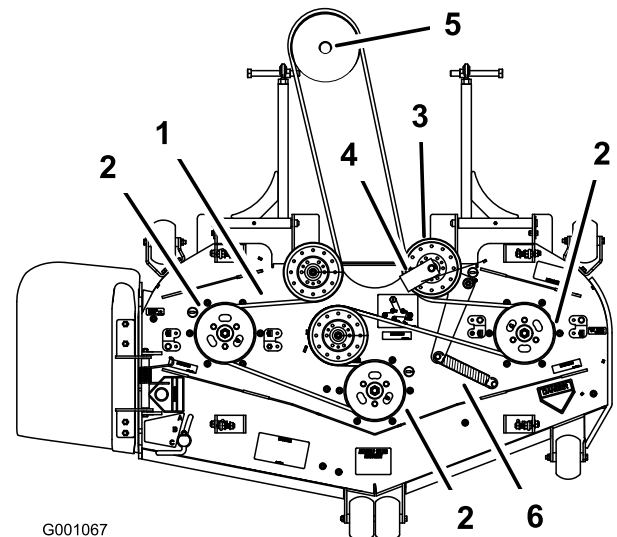
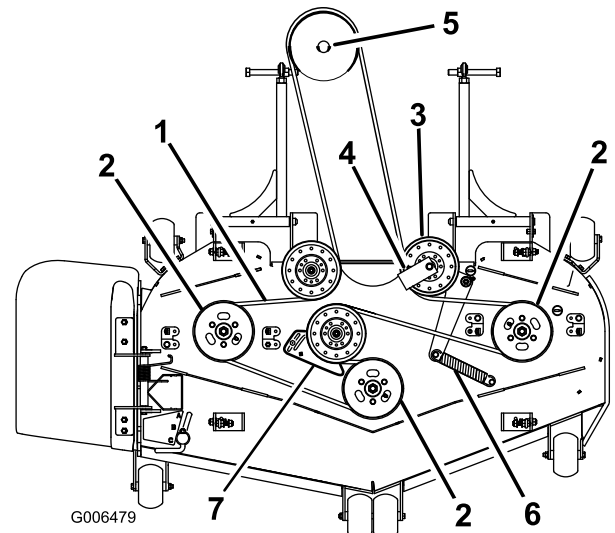
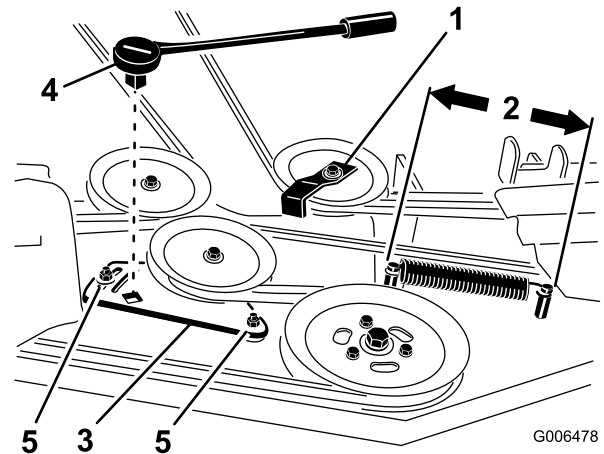

Figura 58
Figura 60
Figura 62
6. Pase la correa nueva alrededor de las poleas del cortacésped y de la polea de la caja de engranajes, debajo del motor (Figura 58).
7. Instale el muelle en el brazo tensor (Figura 58).
8. Instale la guía de la correa en la polea tensora tensada con muelle con un ángulo de 45 grados, como muestra Figura 58.
4. Afloje los pernos que sujetan la chapa de la polea tensora (Figura 62).
6. Retire la guía de la correa de la polea tensora tensada con muelle según se muestra en Figura 60 y Figura 62.
8. Pase la correa nueva alrededor de las poleas del cortacésped y de la polea de la caja de engranajes, debajo del motor (Figura 60).
9. Instale la guía de la correa en la polea tensora tensada con muelle con un ángulo de 45 grados, como muestra Figura 58 y Figura 62. Apriete el perno a 37–45 Nm (27–33 pies-libra).
10. Instale el muelle tensor en los dos postes (Figura 58 y Figura 62).
a 26,0 cm (10 a 10-1/4 pulgadas) entre los postes, según se muestra en Figura 62.
- Manteniendo la tensión de la correa y la longitud del muelle, apriete los pernos que fijan la chapa de la polea tensora (Figura 62).
- Mida la longitud del muelle (Figura 62). Si la longitud del muelle es de una distancia de 25,4 a 26,0 cm (10 a 10-1/4 pulgadas) entre los postes, no se necesita ningún ajuste.
- Afije los pernos que sujetan la chapa de la polea tensora (Figura 62).
- Introduzca una llave de carraca en el taladro cuadrado de la chapa de la polea tensora del cortacésped para ajustar la tensión (Figura 62).